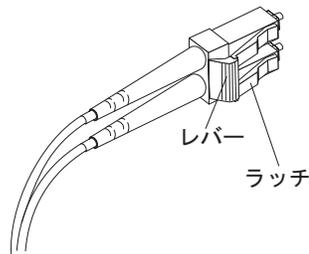

図 32. LC-LC ファイバー・チャンネル・ケーブルのレバーおよびラッチ
1. 図 32 に示すように、SFP モジュールまたはホスト・バス・アダプターに接続した LC-LC ケーブルの端のレバーを押し下げたまま、ラッチを解放します。